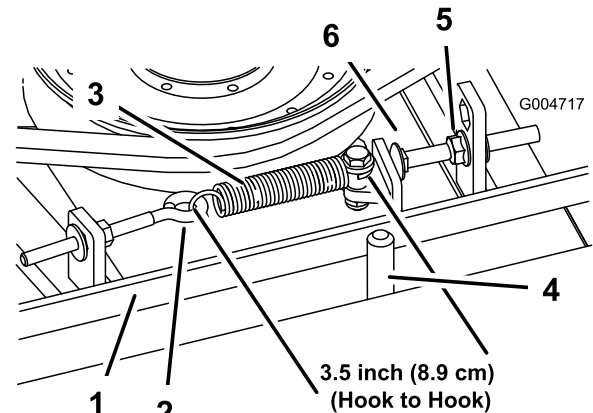

Figura 70
\pm 0.25 pulg.) aproximadamente (medida interior). Una vez que haya obtenido la tensión correcta del muelle, ajuste el perno de tope (perno de cuello cuadrado) hasta que quede aproximadamente 3 + 1,5/0,0 mm de holgura entre la cabeza del perno y el brazo tensor (Figura 70).
Nota: Asegúrese de que la correa está colocada en el lado del muelle de la guía de la correa (Figura 70).
2. Afloje el perno de ojal para poder retirar el muelle de extensión (Figura 70).
3. Afloje la tuerca con arandela prensada que fija el perno de tope a la pletina de montaje. Desenrosque la tuerca lo suficiente para permitir que el brazo tensor pase por el perno de tope (Figura 70). Aleje la polea tensora de la correa para aliviar la tensión de la correa.
- Vuelva a conectar el muelle de extensión (Figura 70) al perno de ojal y tense la correa de la siguiente manera: